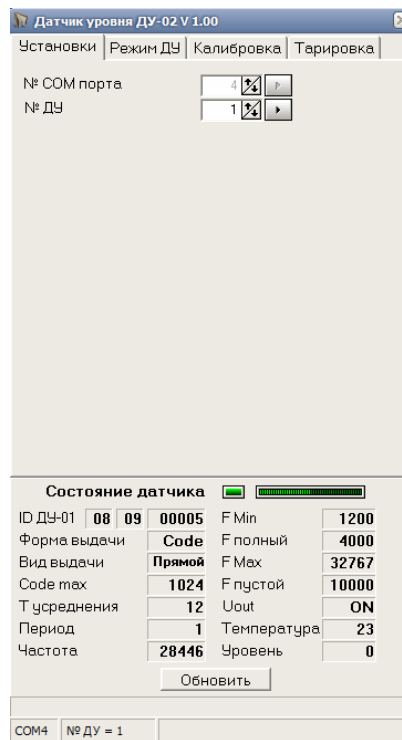

Рис. 3. Окно «Установки»
1.7 При правильном выборе COM порта на мониторе ПЭВМ должно отобразиться окно рис. 3 – «Установки», в котором в поле «Состояние датчика» будет отображаться текущий обмен, параметры датчика, а в служебной строке, расположенной в нижней части окна, должна погаснуть надпись «Ошибка! Нет связи с ДУ».